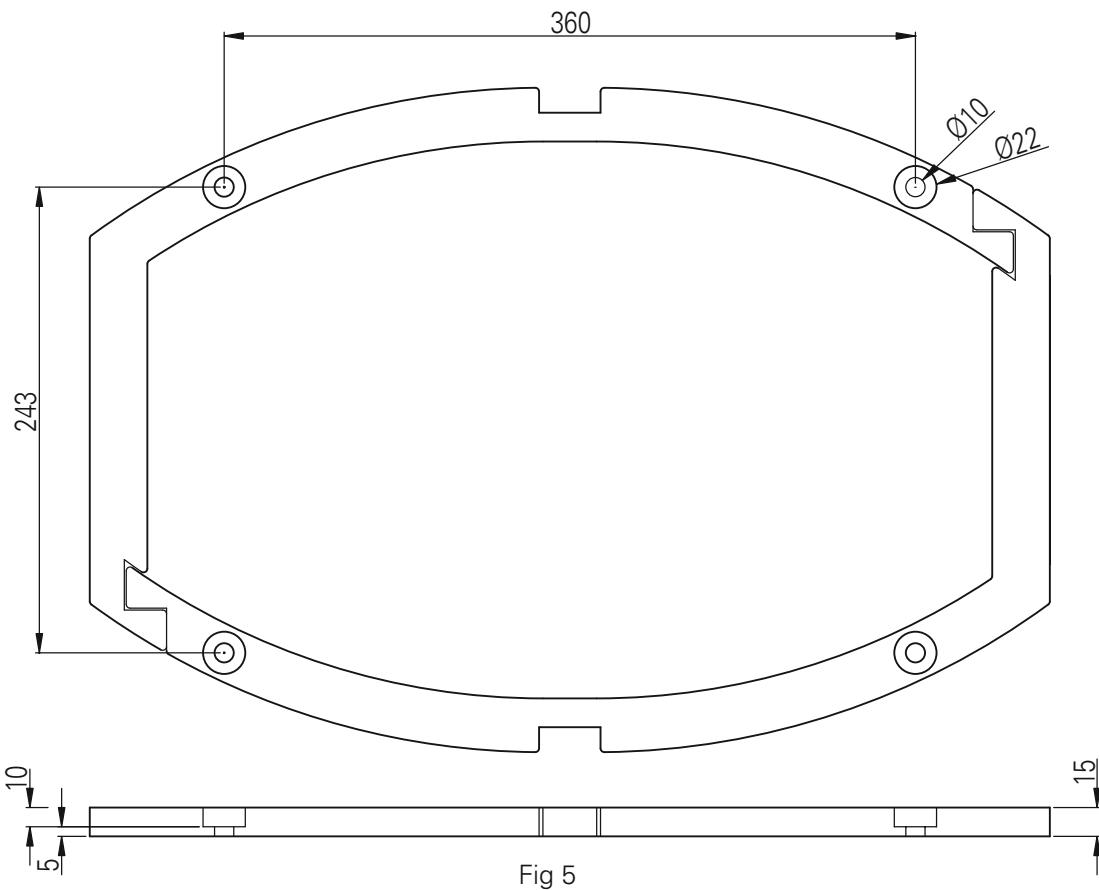

Fig 5
5. Placera sargen på golvet och fäst den vid behov med hjälp av expanderbult el dyl genom de försänkta hålen (se fig 5).